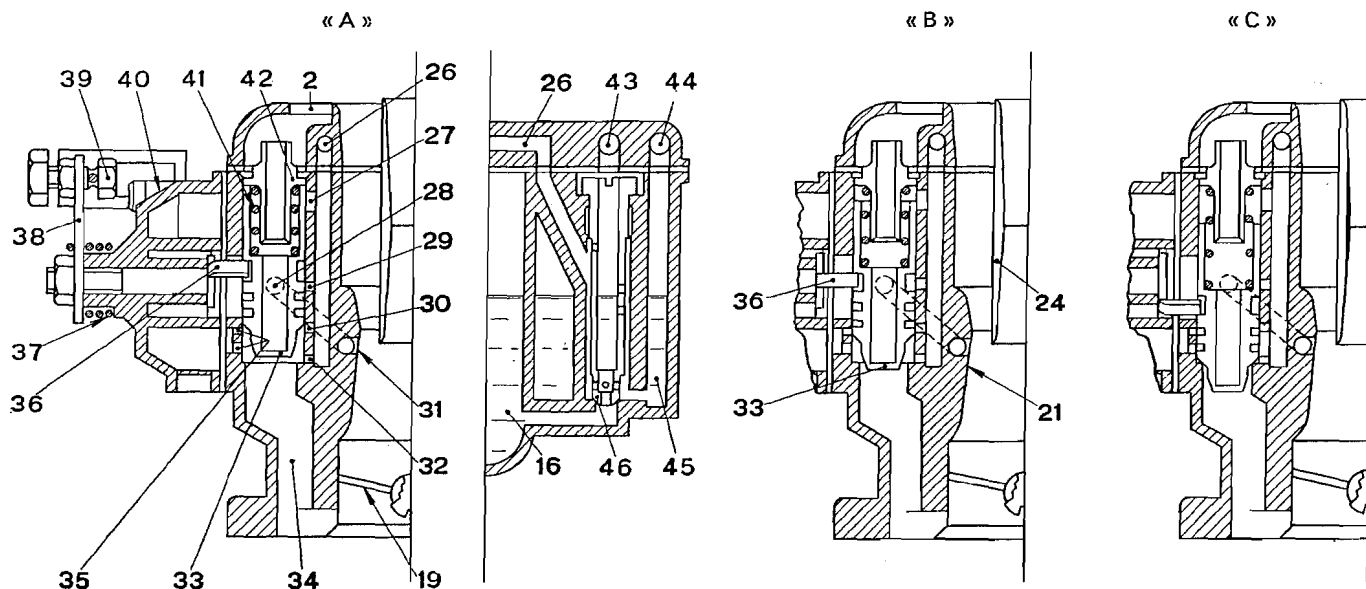

Fig. 40. - Sezioni dimostrative del dispositivo d'avviamento del carburatore Weber tipo 26 IMB 4.
Gli schemi illustrati nelle figg. 39 e 41 permettono di rilevare il funzionamento dei carburatori in questione, mentre nel capitolo che segue e nelle figure 40 e 42 viene descritto ed illustrato il funzionamento del dispositivo d'avviamento.
Il dispositivo di avviamento (fig. 40) è costituito dalla valvola (33), azionata dall'appendice del bilanciere (36) collegato, mediante un alberino, alla leva di comando (38).
Tirando a fondo corsa la manetta di comando del dispositivo, la leva (38) mediante il bilanciere (36) solleva la valvola (33) dalla sua sede di tenuta e la spinge nella posizione di completa apertura (schema « A », fig. 40).
Durante questa manovra la valvola (33) scopre gradualmente il foro (27), che permette un ulteriore afflusso di aria dal foro del guida molla (42), in modo da smagrire la miscela erogata dal dispositivo, mentre, coprendo progressivamente i fori (30) e (32) ed i fori d'aria (35), ne riduce man mano la quantità: in questo modo il dispositivo eroga una miscela a titolo tanto più povero ed in quantità tanto minore quanto più ridotto è il grado di inserzione del dispositivo stesso (schema « B », di fig. 40).
Con il dispositivo di avviamento disinserto, la valvola (33) copre anche il foro (29) impedendo il richiamo di miscela (schema « C » di fig. 40).